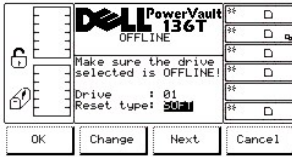

图 57. 命令 > 驱动器 > 复位 > 复位类型对话框
- 1 如果按下**下一个**软键下方的按钮，则会激活下一个字段。请参考图 57。